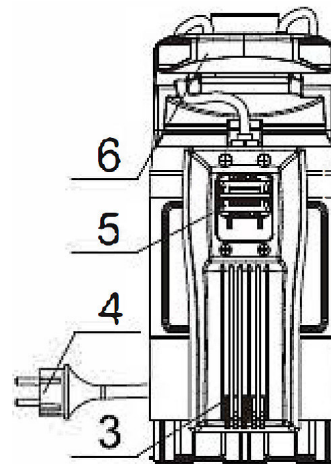

Abb. 10: Automatischer Betrieb der Pumpe
Der Schwimmerschalter 3 (Abb.10) schaltet die Pumpe automatisch ein, wenn der Wasserstand die Einschalthöhe überschreitet - das Wasser wird abgepumpt. Sobald der Wasserstand unter die Einschalthöhe fällt, schaltet der Schwimmerschalter die Pumpe aus.
Schritt 2: Schieben Sie den Schaltknopf 5 (Abb.10) auf Automatik.
Schritt 3: Stellen Sie die Pumpe auf eine feste Oberfläche oder verwenden Sie ein Seil, das durch das Bohrloch im Tragegriff 6 (Abb.10) befestigt
Schritt 4: Stecken Sie das Netzkabel 4 (Abb.10) in eine Netzsteckdose.